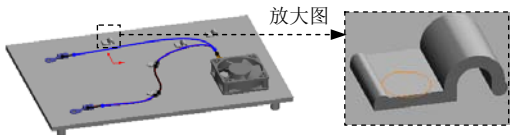
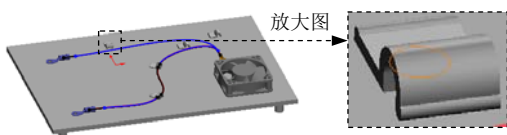

图 11.8.52 选取线夹
图 11.8.53 旋转线夹
Step2. 定义旋转线夹。激活  要旋转的零部件(C) 中的区域,选取图 11.8.52 所示的线夹;在  旋转(R) 区域的  文本框中输入数值-90.0;单击对话框中的  按钮,完成图 11.8.53 所示的旋转线夹。